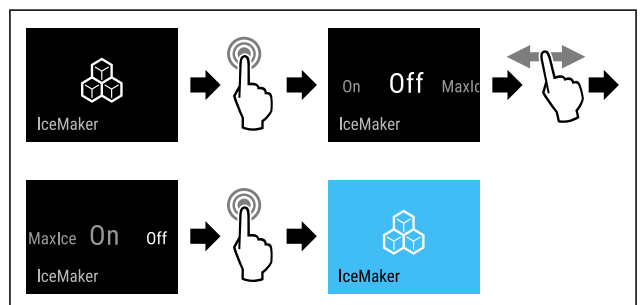

Fig. 16
- Suivre les étapes (voir Fig. 16) .